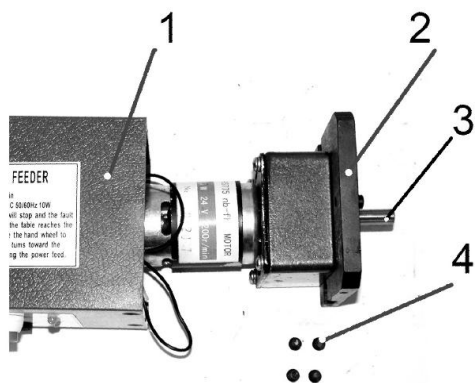

Рис. 2
5. МОНТАЖ УСТРОЙСТВА (Рис. 2 - 7)